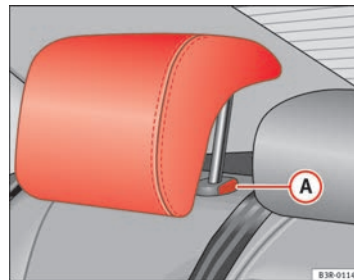

Fig. 112 Places latérales
- Appuyez sur la touche **A** ⇒ page 147, fig. 112 et baissez l'appui-tête.
- Appuyez sur la touche **A** ⇒ page 147, fig. 112 et extrayez en même temps l'appui-tête.